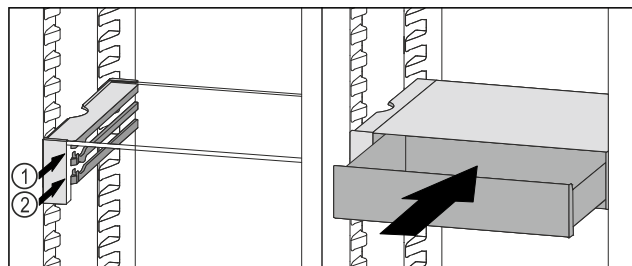

Fig. 130
- Stavite ladicu VarioSafe ukoso iza zaustavljača na željeni žlijeb Fig. 130 (1) ili Fig. 130 (2).